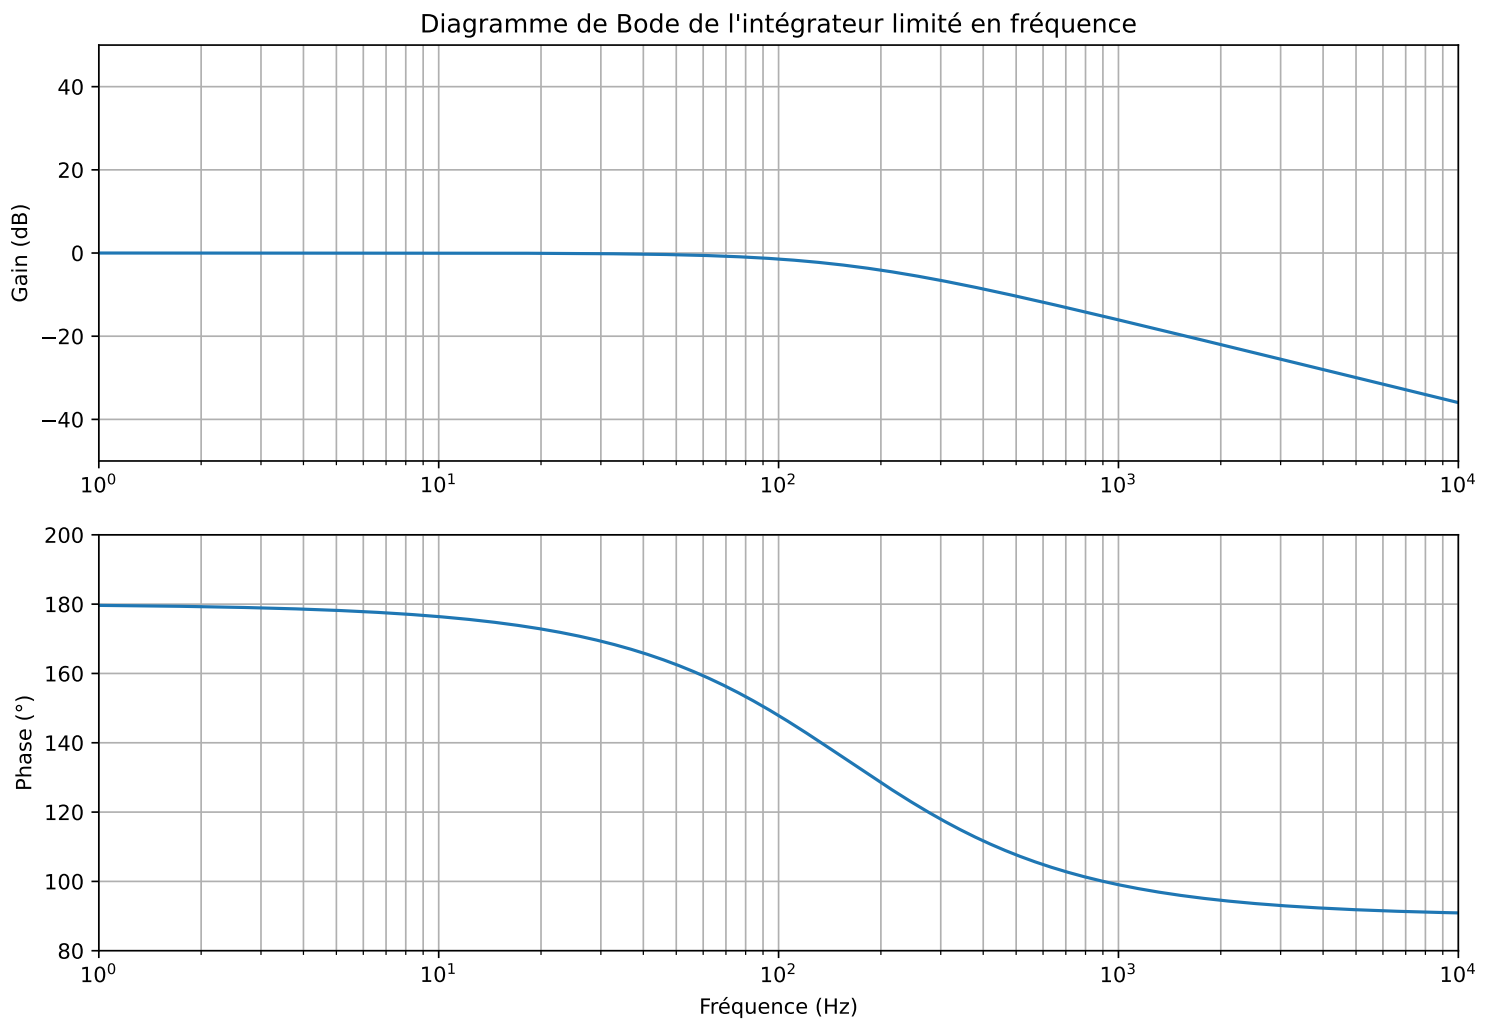

FIGURE 4 – Diagramme de Bode du montage intégrateur.
3.2. On a réalisé le montage avec les composants de valeurs $R = R' = 10\text{ k}\Omega$ et $C = 100\text{ nF}$. Donner l'expression de la fréquence de coupure f_c , la calculer, puis vérifier que cette valeur est en accord avec le diagramme de Bode de la figure 4.